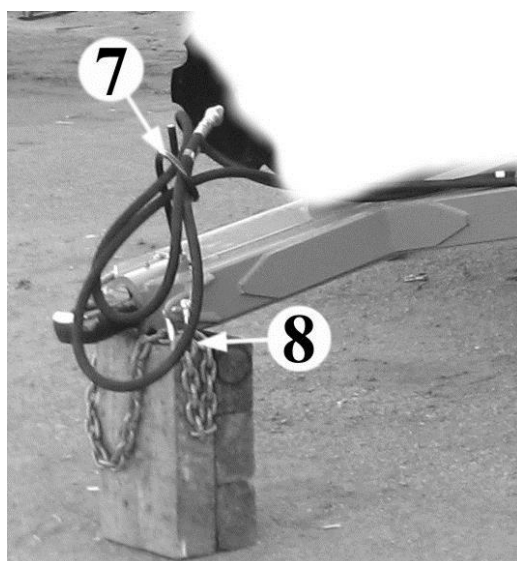

Рис. 4.3.3
4.3.8. Для поддержки гидрошлагов установите стойку 7, зафиксировав её контргайкой М16. Установите страховочную цепь 8 (рис.4.3.3).